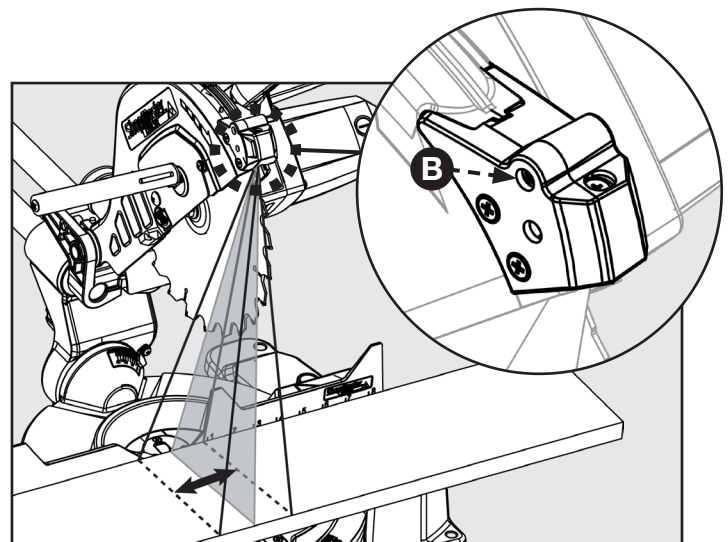

FIGURA 27
Si advierte que la línea láser está desviada de la línea de corte real, consulte la Figura 27 y siga estas instrucciones: utilice un destornillador Phillips para girar el tornillo (B) para ajustar el desvío.